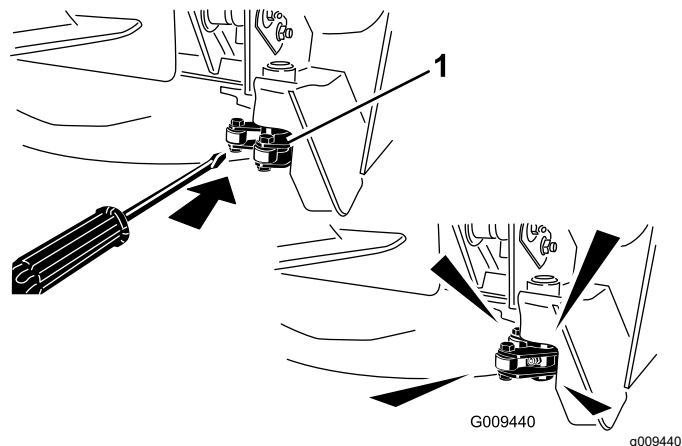

Figure 80
**Remarque:** Vous devrez éventuellement ouvrir les verrous manuellement pour accéder aux graisseurs (Figure 80). Utilisez un levier pour fermer et ouvrir le verrou.